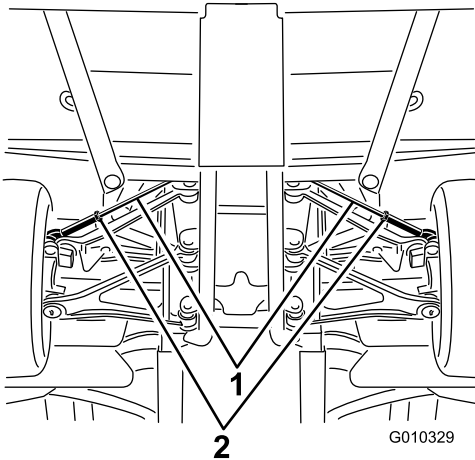

Figure 57
A. Desserrez l'écrou de blocage au centre de la biellette (Figure 57)